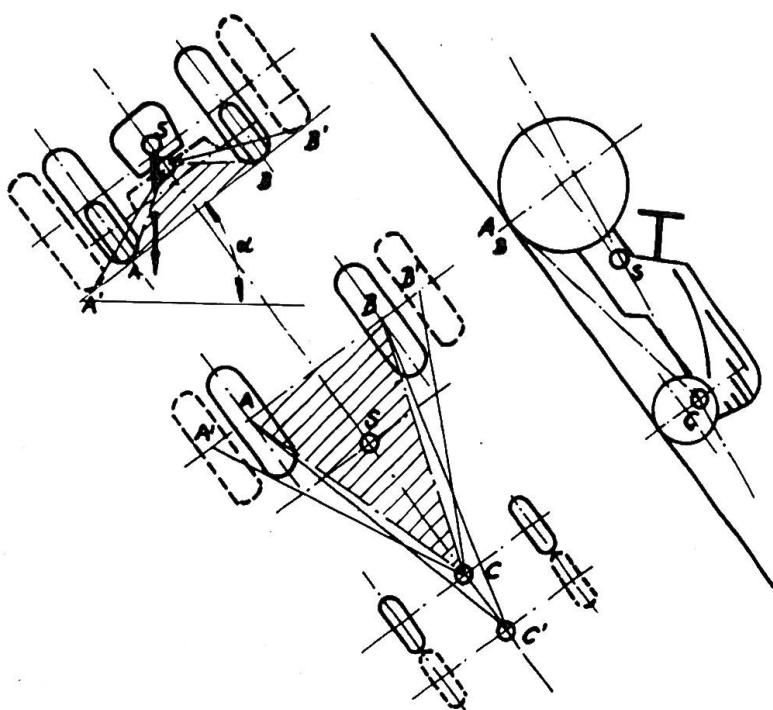

Fig. 1:
La figure 1 nous fait voir un tracteur de devant, d'en haut et de côté. Le triangle ABC représente la base de sustentation de cette machine, qui est formée par les deux points d'appui A et B des roues arrière sur le sol et par le point d'appui C du corps du tracteur sur l'essieu avant oscillant. Soulignons à ce propos qu'il serait erroné, et conduirait à de fausses conclusions, de considérer comme base de sustentation le quadrilatère obtenu en reliant les points d'appui des quatre roues, comme on le voit encore dans certains manuels. Cette base peut être admise pour les véhicules à châssis formant cadre, mais pas pour les tracteurs.
3. Modification de l'empattement — Comme on peut s'en rendre compte d'après la figure 1, un allongement de l'empattement permet aussi d'accroître la sécurité d'utilisation du tracteur, à condition, toutefois, que cette opération s'avère possible et ne modifie pas sensiblement l'emplacement du centre de gravité.